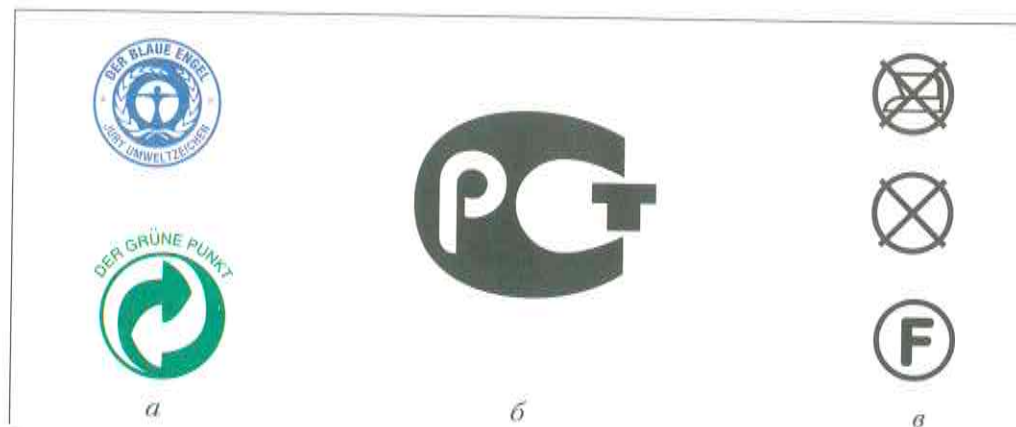

Рис. 5. Товарные знаки: а — экологически чистая продукция; б — соответствие стандартам; в — символы по уходу за одеждой
- удостоверяющими экологическую чистоту продукта (рис. 5, а);
- подтверждающими соответствие товара стандарту качества (рис. 5, б);
- информирующими о правилах ухода за одеждой (рис. 5, в).